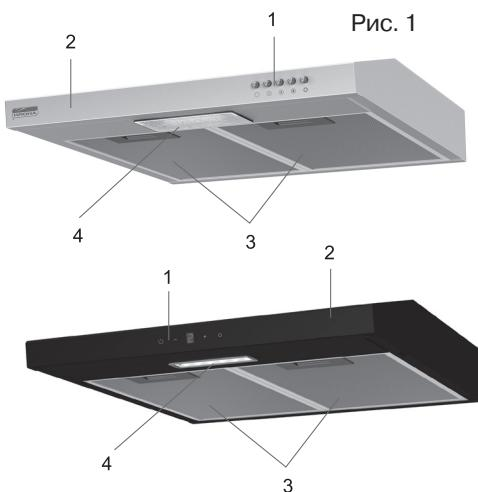

Рис. 1
Наружная часть вытяжки состоит из следующих составных частей (см. Рис. 1):
- A) Кнопочная панель – вытяжка **JESSICA slim push button** (см. Рис. 1а);
- B) Электронная панель – вытяжка **JESSICA slim sensor** (см. Рис.1б).
С этой целью следует разместить корпус вытяжки (рис. 1, позиция 2) таким образом, чтобы тыльная сторона корпуса, которая должна прижиматься к стене, оказалась на столе или на полу, а переключатель режимов работы вытяжки, находящийся на лицевой панели, был бы обращен в сторону проворяющего. Далее вытяжка подключается к электросети и производится ее проверка. Если вытяжка на всех режимах работает исправно, следует приступить к монтажу вытяжки. Если нет, следует обратиться в организацию, в которой Вы приобрели вытяжку или в гарантийную мастерскую. Защитную пленку с вытяжек из нержавеющей стали рекомендуется снимать только после окончания монтажа вытяжки.